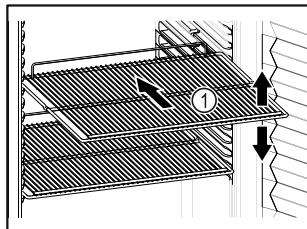

Fig. 60 Beispielhafte Darstellung
- Wenn Ablageflächen Fig. 60 (1) versetzbare sind, Ablageflächen je nach Höhe anpassen.